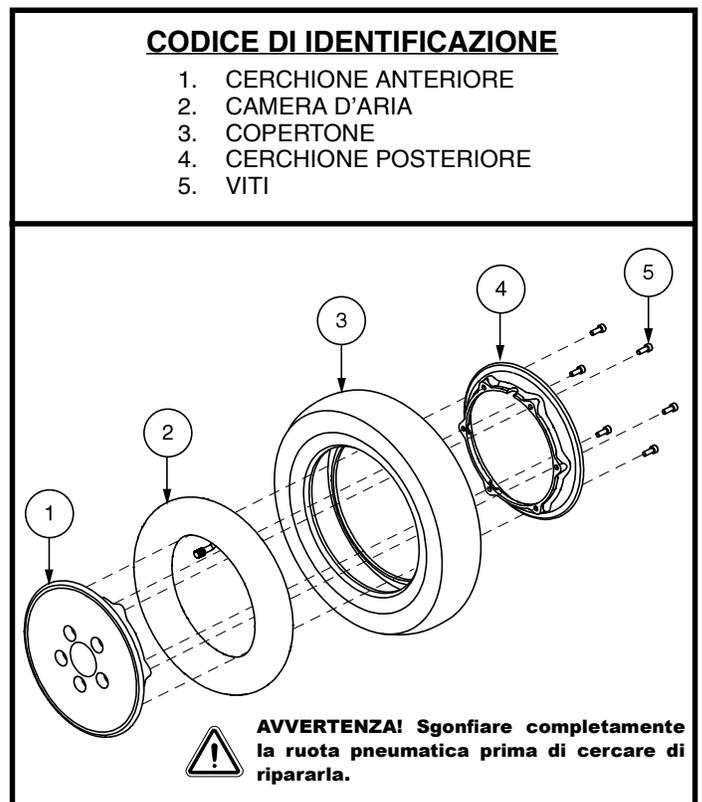

Figura 28. Ruota pneumatica motrice smontaggio/montaggio
6. Rimuovere le viti che fissano i cerchi. **Vedere figura 28.**